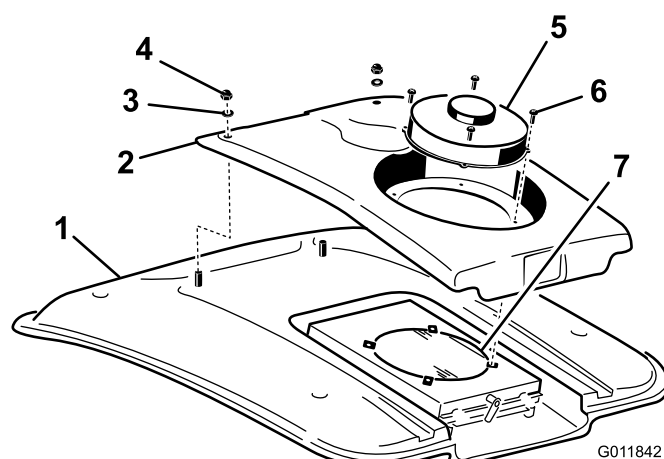

Figure 73
2. Retirez les 4 vis qui fixent le ventilateur et le couvercle du condenseur au support du ventilateur (Figure 73).
4. Retirez les deux écrous et rondelles qui fixent l'avant du couvercle du condenseur au toit de la cabine (Figure 73).
8. Nettoyez soigneusement le condenseur à l'air comprimé (Figure 73).